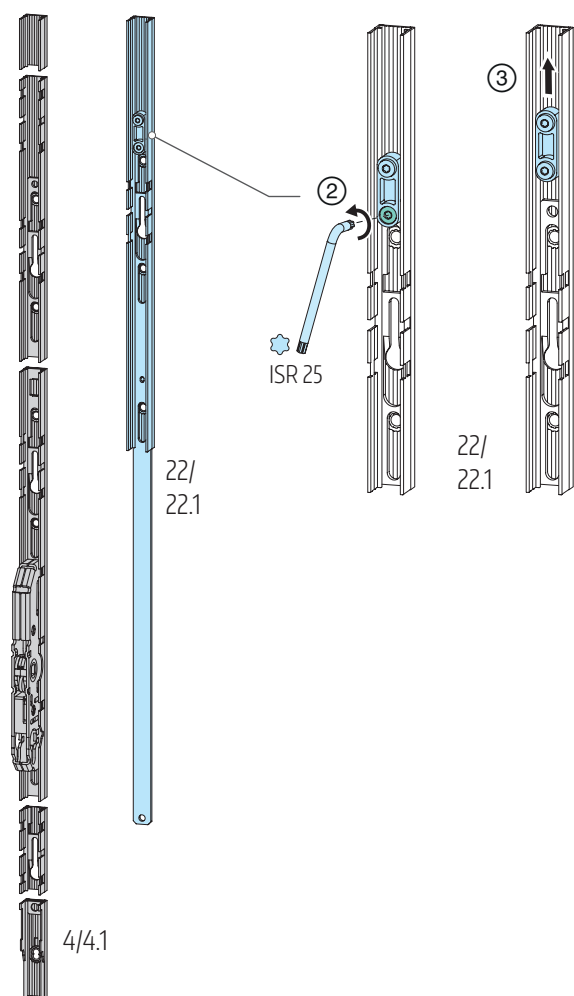

Abb. 58
Riegelstange der Getriebeverlängerung 22/22.1 lösen, ISR 25 und ③ aus Getriebestulp entnehmen; **Abb. 58.**